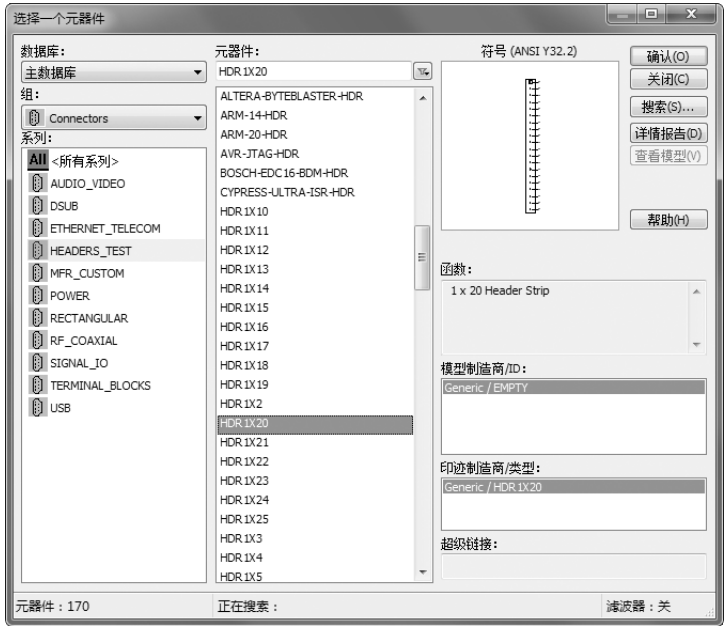

图 5-69 选择元器件“HDR1X20”
- 1) 单击“元器件”工具栏中的“放置连接器”按钮, 打开“选择一个元器件”对话框，选择“HEADERS_TEST”系列，选中元器件“HDR1X20”，如图 5-69 所示。双击该元器件或单击“确认”按钮，然后将光标移动到工作窗口，放置元器件。